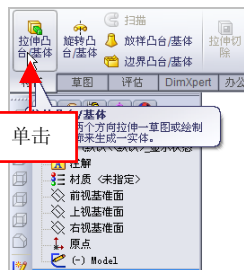

图 5-2 单击【拉伸凸台/基体】按钮
(2) 单击【特征】选项卡中的【拉伸凸台/基体】按钮，如图 5-2 所示。